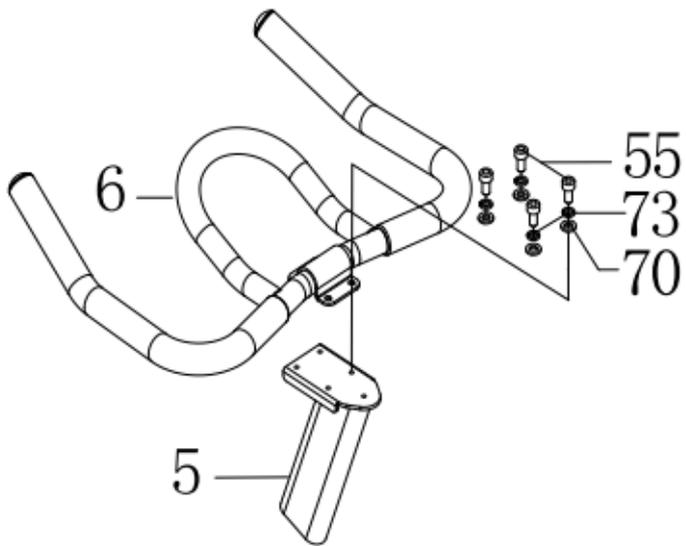
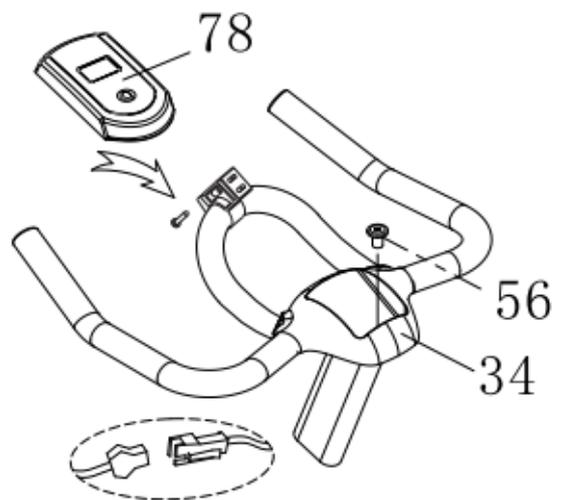

Abbildung 3
Abbildung 4
Befestigen Sie den Lenker (6) und das Einstellrohr für den Lenkervorbau (5) mit 4 Stück M6*12 Schraube (55), 4 Stück Federring (73) und 4 Stück Unterlegscheibe (70) (siehe Abbildung 3). Verwenden Sie die Schraube M6x10 (56), um die Griffabdeckung (34) in der Mitte des Lenkers zu montieren. Setzen Sie den Computeranzeige (78) in das vordere Eisenteil des Lenkers ein und verbinden Sie 3 Sätze von Bildschirm-Anschlusskabel. Führen Sie die Kabel Lenkereinstellrohr ein (Abbildung 4).